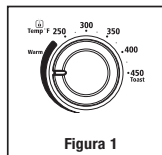

Figura 1
- Perilla de control de temperatura** - Ajusta el termostato a la temperatura deseada. (Ver la Figura 1)